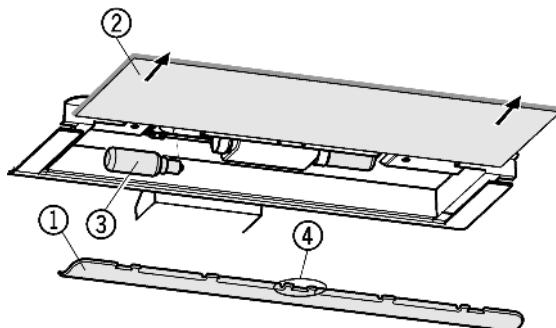

Fig. 19
► Снятие накладки Fig. 19 (1): сзади возьмитесь пальцем за накладку и снимите её с фиксатора.
► Извлеките стеклянную полку Fig. 19 (2).
► Лампу накаливания Fig. 19 (3) заменить.
► Установка накладки на место: защелкните справа и слева, следя за тем, чтобы средний крюк Fig. 19 (4) захватил стеклянную полку.